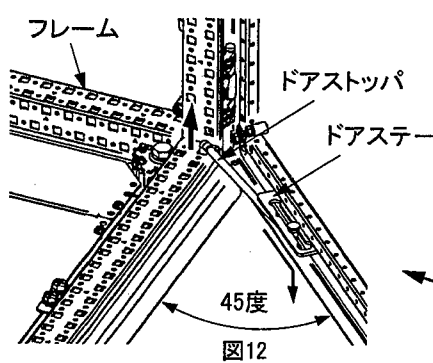

図12
- (1) 扉の開角度を約45度に保ち、ドアストップをフレーム側から外す。次にドアステー側からも外す。(図12)